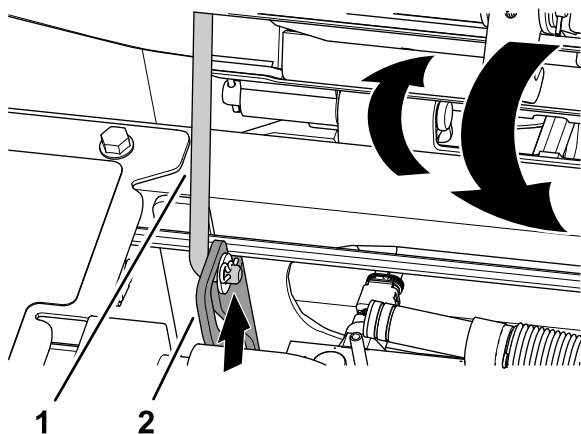

Рисунок 65
1. Немного поднимите сиденье и выведите опорную стойку из углубления паз в опоре сиденья (Рисунок 65).